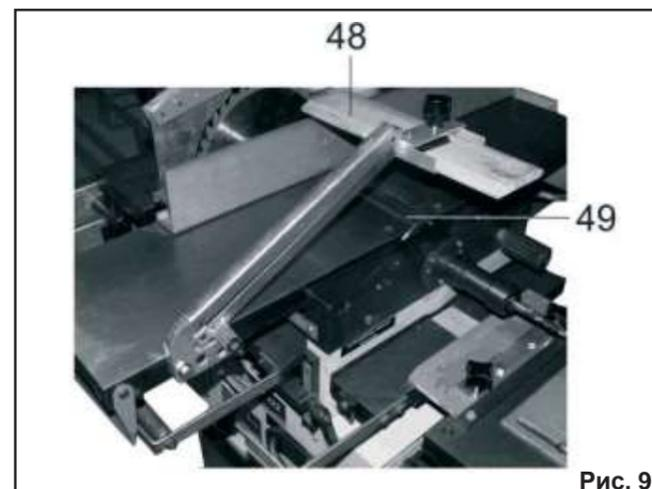

Рис. 9
- болтом фиксации (64) зафиксировать выбранный угол наклона направляющей планки (15) относительно подающего стола (23) (см. п. 9.6.);
- поворотом ручки фиксации (34) ослабить фиксацию положения строгального стола подачи (23);
- ручкой регулировки высоты строгания (33) установить необходимую глубину строгания (см. п. 9.5.);
- защитной планкой (48) закрыть не принимающую участия в строгании часть строгального вала (49), Рис. 9;
- при выполнении несвободного строгания защитным кожухом (14) закрыть не принимающую участия в строгании часть строгального вала (49), Рис. 9, 16.
- ослабить фиксацию ручки (26), ручкой регулировки высоты рабочего стола рейсмуса (24) установить необходимое положение рабочего стола рейсмуса (30). Положение зафиксировать ручкой (26);
8.2.6. На боковой поверхности стола подачи (23) установите и закрепите кронштейн защитной планки рабочего вала (17). На кронштейне (17) установите и закрепите защитную планку (48), Рис. 9.